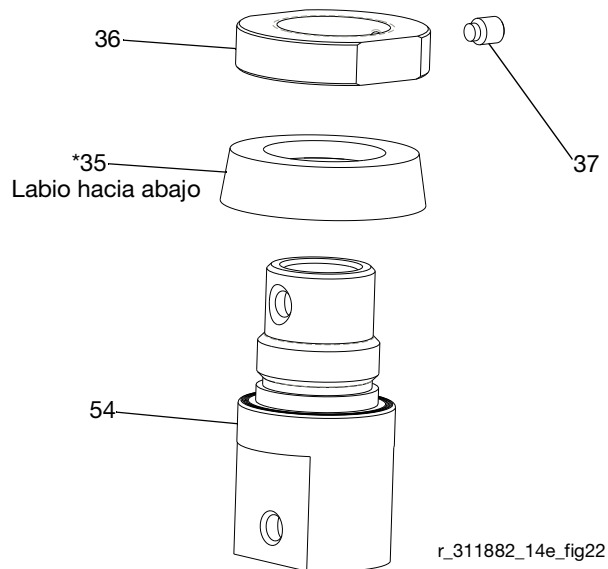

FIG. 22
11. Afloje el tornillo de fijación (37) del collarín (36). Retire el collarín del alojamiento del pistón (54). Retire la copa en U (35*). Inspeccione todas las piezas en busca de daños. Consulte la FIG. 22.